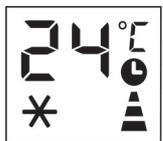

Abb. 5
- Drücken Sie die Taste , der Bildschirm zeigt 1~24 Stunden an, und mehrere Symbole blinken zusammen. (Abb. 5)